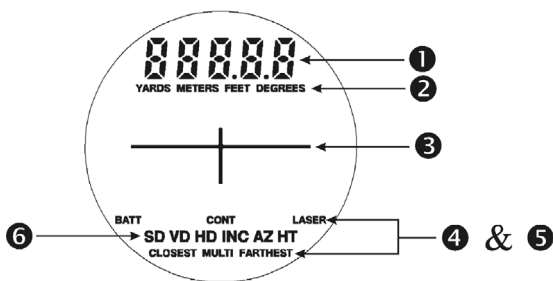

Abbildung Nr. 6
Abbildung Nr. 6 zeigt die LCD-Anzeige im Sucher. Die interne Software des TruPulse-Instruments ist in mehrere Optionen unterteilt. Jede Option steht für eine bestimmte Mess- oder Setup-Funktion und verfügt über eine entsprechende Anzeige. Weitere Hinweise zu jeder Anzeige finden Sie in der Abbildung und Tabelle unten.
2. Vergleichen Sie das Display im Sucher mit der Abbildung Nr. 6 (auf Seite 10), um sicherzustellen, dass alle Anzeigen ordnungsgemäß funktionieren.